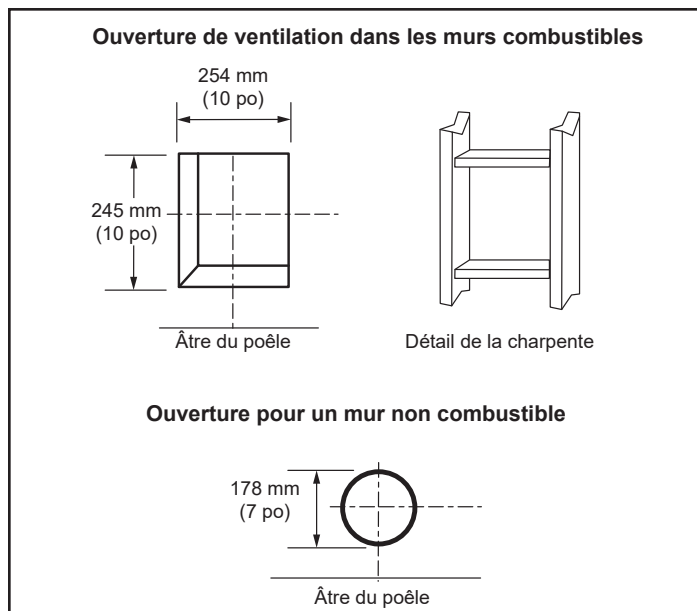

Figure 3.11 – Localiser l'ouverture de la ventilation sur le mur
1. Localisez l'ouverture de ventilation sur le mur. Il peut être nécessaire de positionner d'abord le poêle et de prendre des mesures pour déterminer l'emplacement de l'ouverture. Selon que le mur est combustible ou non, coupez l'ouverture en fonction de la taille (figure 3.11). Pour les murs combustibles : Découpez un trou de 254 x 254 mm (10 x 10 po) à travers le mur extérieur et installez un cadre, (figure 3.11). Murs incombustibles : L'ouverture du trou doit avoir un diamètre de 178 mm (7 po).